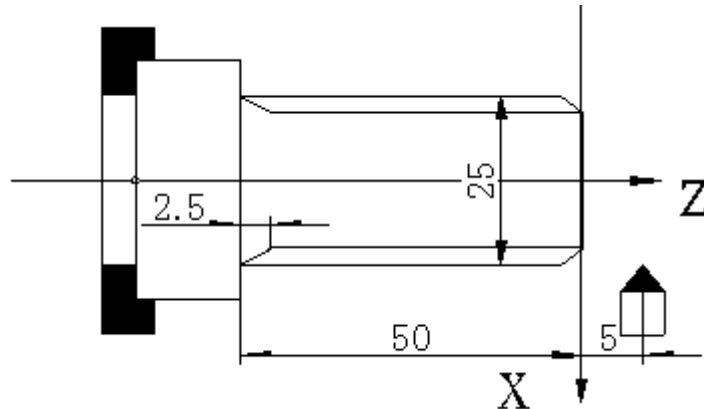

图 4-13 螺纹切削
5)、综合示例: 如下图 4-13
例: 螺纹导程 2mm 切深 2.5mm (直径值, 分两次切入)。如图 4-13: